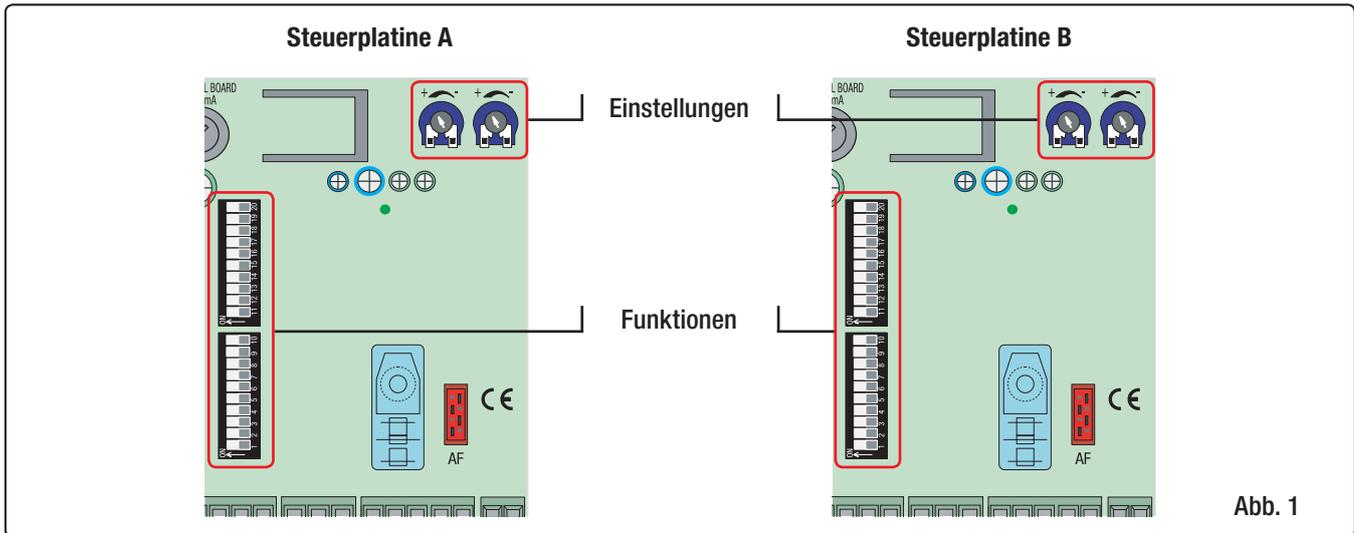

Abb. 1
- Auf beiden Steuerungen (A und B) dieselben Einstellungen und Funktionen auswählen (Abb. 1);